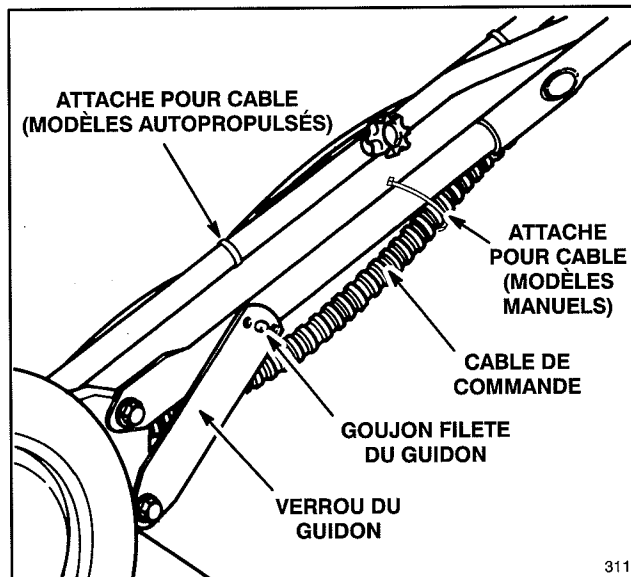

Figure 2
POUR INSTALLER LE MANCHERON (Fig. 2)
2. A la livraison, le bouton du mancheron de gauche est vissé sur l'extérieur du mancheron (Fig. 1). Le retirer ainsi que son boulon, puis remonter les deux pièces à l'intérieur du mancheron (Fig. 2). Les deux boutons doivent se trouver à l'intérieur du mancheron. Serrer les boutons.
3. Ecarter légèrement les pattes de verrouillage vers l'extérieur de manière à ce qu'elles ne gênent pas le passage du mancheron lorsqu'il est ramené en position de pilotage (Fig. 2).
4. Tirer le mancheron vers l'arrière. Rabattre les pattes de verrouillage vers l'intérieur de manière à ce que le goujon du mancheron vienne s'engager dans le trou central de la patte de verrouillage (Fig. 2). Si cette patte ne s'applique pas fermement contre le tube du mancheron, la dégager du goujon, la replier vers l'intérieur et la replacer. Répéter cette opération autant de fois qu'il sera nécessaire pour que la patte soit fermement appuyée sur le tube.
5. S'assurer que les câbles de commande (Fig. 2) sont acheminés à l'arrière et à l'intérieur du mancheron. Assujettir le câble sur la partie droite du mancheron à l'aide des serre-câbles (Fig. 2).